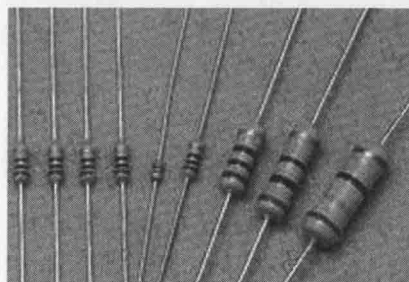

图 1-2 碳膜电阻
(1) 薄膜电阻(碳薄膜电阻)，是用蒸发的方法将一定电阻率材料蒸镀于绝缘材料表面制成的，常用符号 RT 作为标志，为最早期也最普遍使用的电阻器(图1-2)。利用真空喷涂技术在瓷棒上面喷涂一层碳膜，再将碳膜外层加工切割成螺旋纹状，依照螺旋纹的多少来定其电阻值，螺旋纹越多时表示电阻值越大。最后在外层涂上环氧树脂密封保护而成。其阻值误差虽然较金属皮膜电阻高，但由于价钱便宜。碳膜电阻器仍广泛应用在各类产品上，是目前电子、电器、设备、资讯产品最基本零组件。